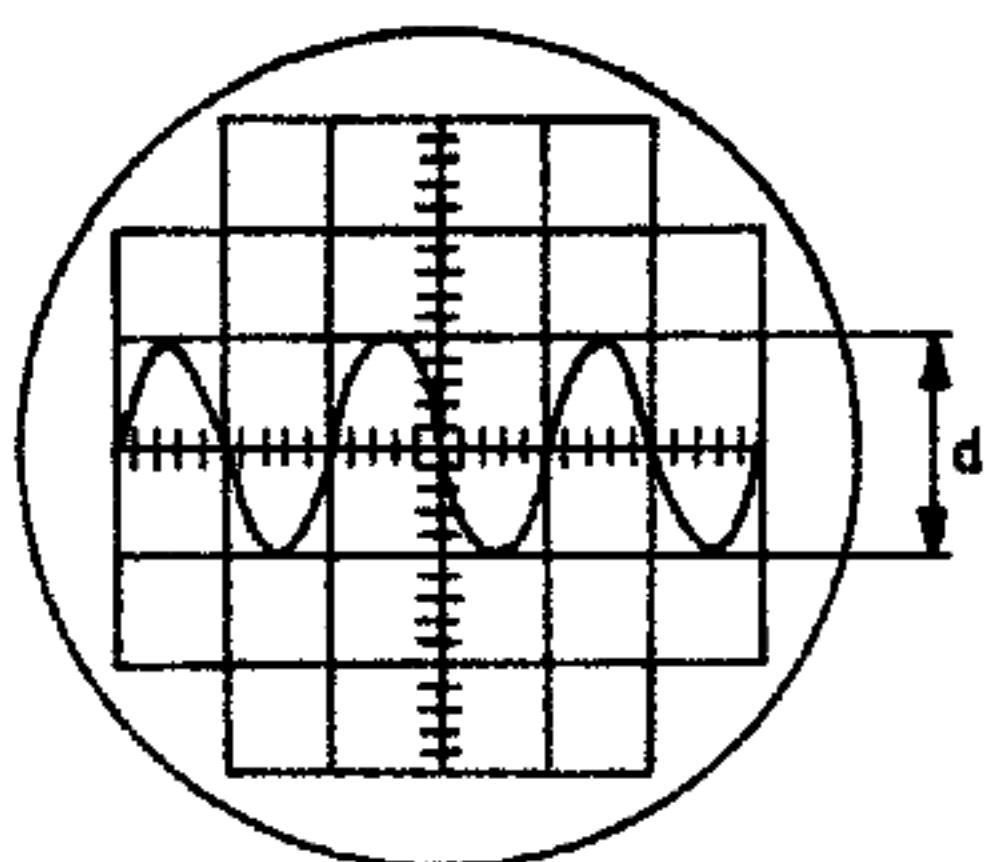

Fig. 7. Bepaling van de amplitude
Op een oscillograaf kan direct de top-tot-topwaarde (V_{t-t}) van de zichtbaar gemaakte spanning worden gemeten (zie fig. 7). Vele buisvoltmeters wijzen de effectieve waarde aan, mits de gemeten spanning zuiver sinusvormig is.
- Meet de afstand tussen de toppen (d in fig. 7), b.v. 2 cm.